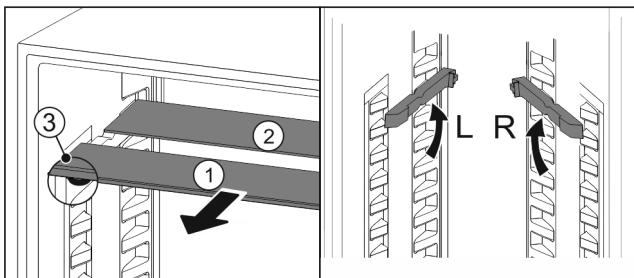

Fig. 85
- Vytiahnite sklené dosky jednotlivo dopredu Fig. 85 (1).
- Sklená doska Fig. 85 (1) s ozdobnou lištou leží vpred.
- Zarážky Fig. 85 (3) ukazujú nadol.